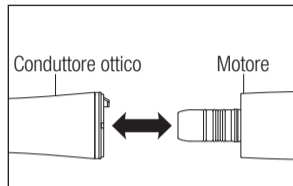

Fig. 1
- 1) Inserire il conduttore ottico direttamente nel motore (Fig. 1). Avvitare il conduttore ottico fino a quando scatta e si blocca in posizione.